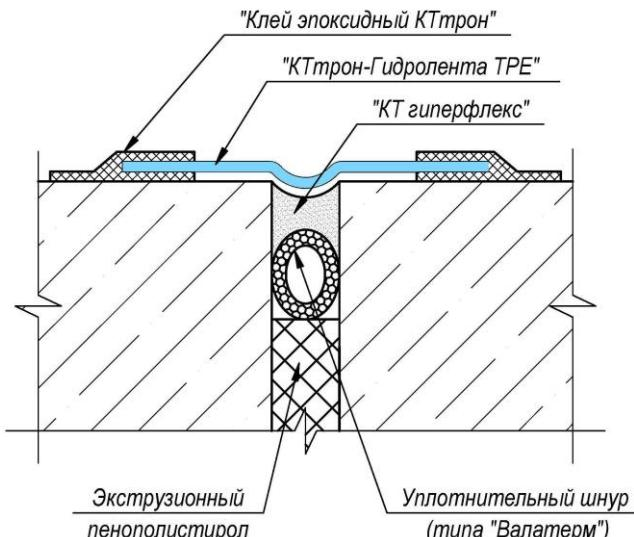

Рис. 11
- На промазанный kleem шов уложить ленту с выполнением компенсаторной петли (Рис. 11). С силой прижать к основанию, удаляя излишки kleя.